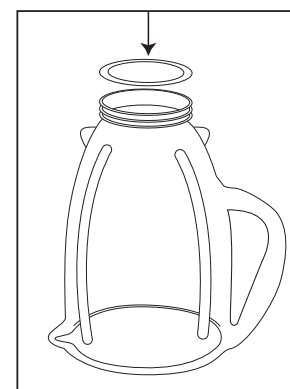

FIGURE 2
- Mettre la rondelle d'étanchéité sur l'ouverture du récipient. (Figure 2)